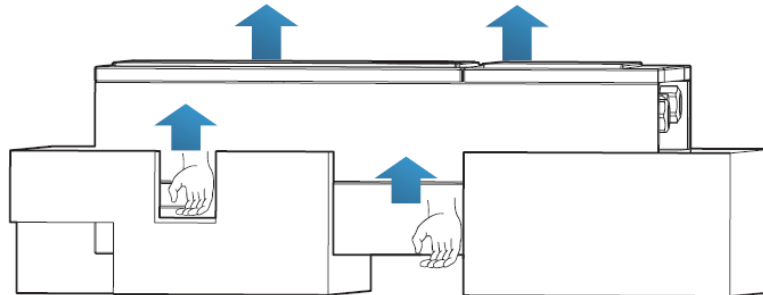
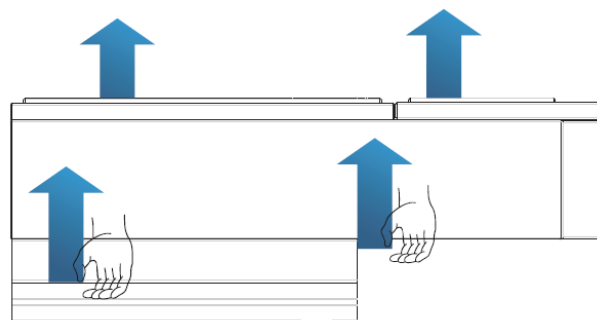

Figura 13 - Rimozione delle protezioni in polistirolo
Figura 14 - Estrazione dell'inverter dall'imballaggio
- 1) Aprendo l'imballaggio, inserire le mani nelle fessure di entrambi i lati dell'inverter e afferrare l'inverter, come mostrato nella Figura 13 e nella Figura 14. Per tale operazione sono richieste due persone in modo da garantire la sicurezza delle persone e la corretta movimentazione dell'inverter.